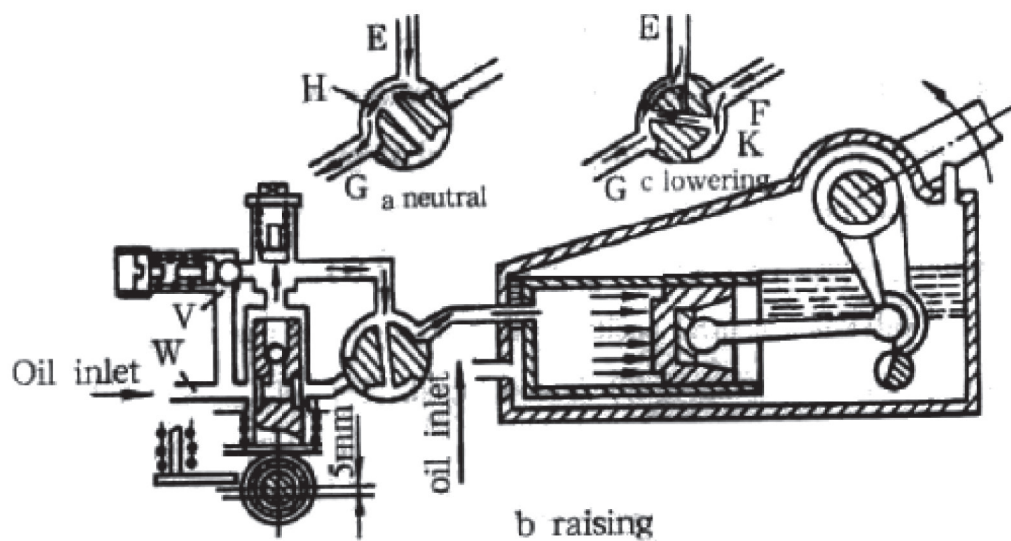

Рис. 3.29. Принцип работы гидравлической системы.
Контрольный клапан имеет 3 положения: опускания, поднятия и нейтральное (рис.3.29.) для управления потоком масла (E), потоком цилиндра (F) и обратным потоком (G).